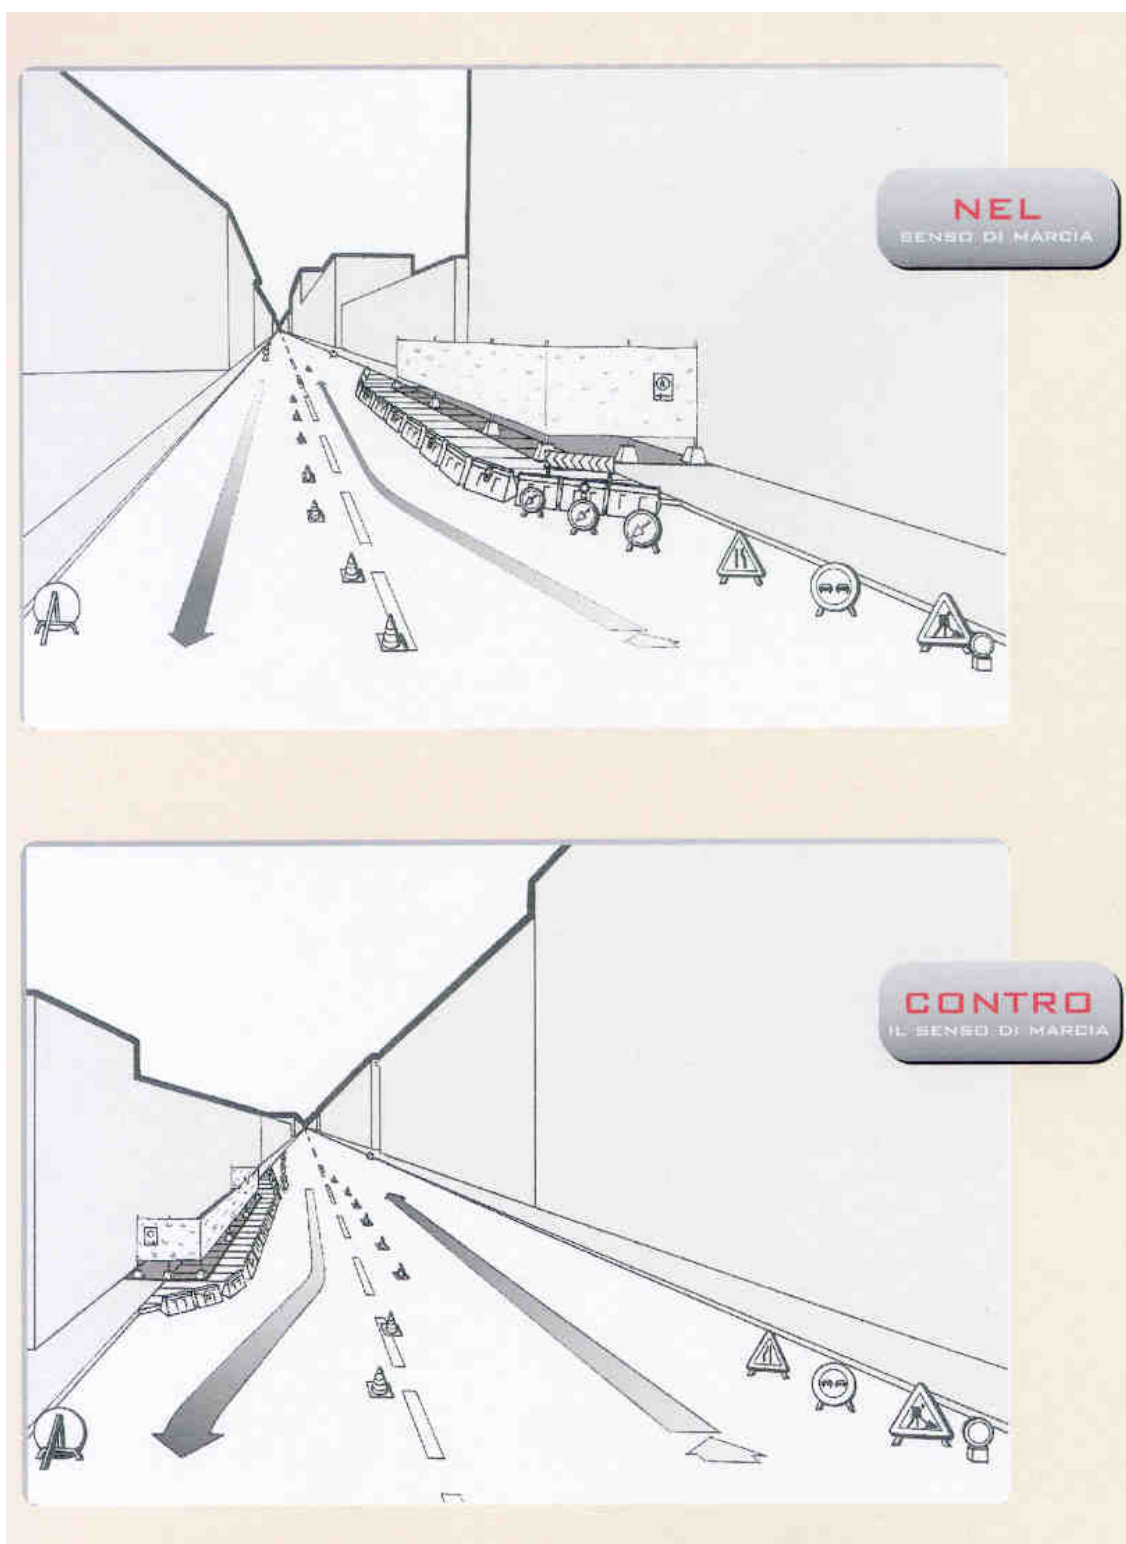

Figura 6a – Carreggiata libera maggiore di 5,60 m e larghezza corsia libera dai lavori maggiore di 2,75 m con passaggi protetti per pedoni. Figura descrittiva.
- Figura 6a Carreggiata libera maggiore di 5,60 m e larghezza corsia libera dai lavori maggiore di 2,75 m con passaggi protetti per pedoni. Figura descrittiva.